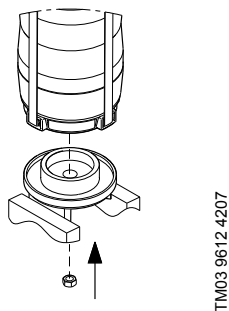

Рис. 16 Установка комплекта камер в державке
2. Поместить комплект камер в державку (поз. В). Впускная часть (поз. 44) должна быть правильно установлена в державке. Смотри рис. 16.